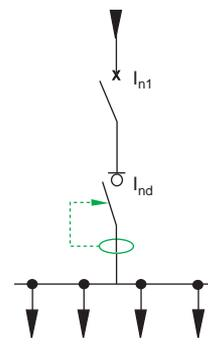

Fig. 5.45: interruptor diferencial aguas abajo de un interruptor automático.
■ Si el interruptor diferencial está situado aguas abajo de un interruptor automático magnetotérmico y en la misma línea (**fig. 5.45**), las corrientes asignadas de los dos elementos pueden ser iguales: $I_{nd} \geq I_{n1}$, aunque es muy recomendable sobrecalibrar el interruptor diferencial respecto al magnetotérmico de forma que $I_{nd} \geq 1,4 I_{n1}$.